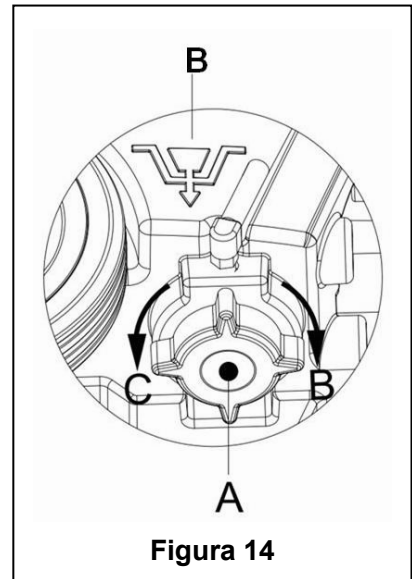

Figura 14
7. Come mostrato nella Figura 14, aprire il coperchio del Serbatoio della Soluzione (A) in senso antiorario lungo la direzione C, e svuotare il serbatoio della soluzione completamente. Sciacquare l'interno del serbatoio della soluzione con acqua pulita. Quando l'operazione è completata, stringere bene il coperchio del serbatoio della soluzione (A) in senso orario in direzione B.